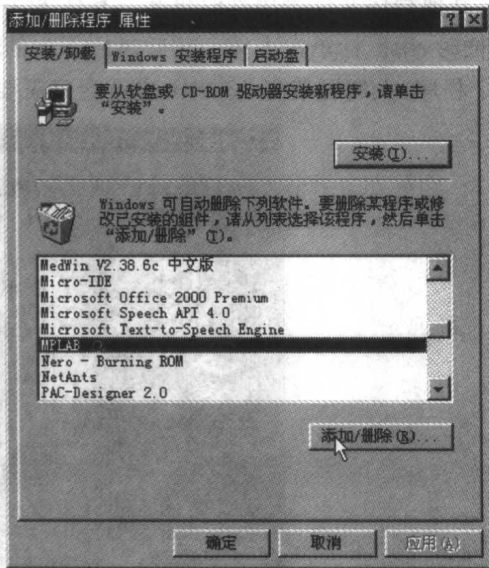

图 1.5 “添加/删除程序”对话框
- ① 运行 MPLAB 自带卸载程序 C:\Program Files\Mplab\unwise32.exe;
- ② 使用菜单命令:“开始”→“程序(P)”→Microchip MPLAB→UNWISE32;
- ③ 利用 Windows 98 中的工具。首先选择“开始”→“设置”→“控制面板”,打开“控制面板”窗口;单击其中的“添加/删除程序”图标,打开如图 1.5 所示对话框;选中将被拆除的 MPLAB 后,单击“添加/删除(R)”按钮即可。